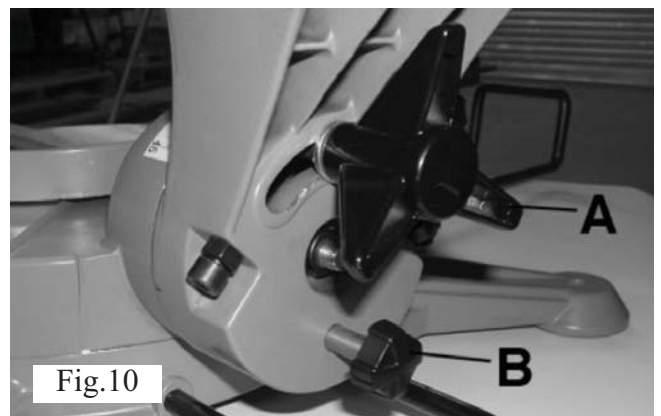

Fig.10
1. Lossa snedkapningslåset (A) fig. 10 och dra justervredet (B) utåt enligt illustrationen. I det här läget kan såghuvudet snedställas till valfri vinkel. Om du vill använda den förinställda snedvinkeln  $0^\circ$  trycker du justervredet inåt och vinklar såghuvudet tills det stannar vid  $0^\circ$ . När du har ställt in rätt snedvinkel är det mycket viktigt att du drar åt låsvredet (A) igen.